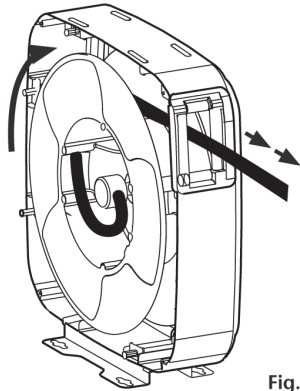

Fig. 15
- Pull the hose out and let the hose reel latch (fig. 15).
- Tire de la manguera hasta que quede trincada en el enrollador (fig. 15).
- Tirer le tuyau jusqu'au verrouillage du cliquet (fig. 15).